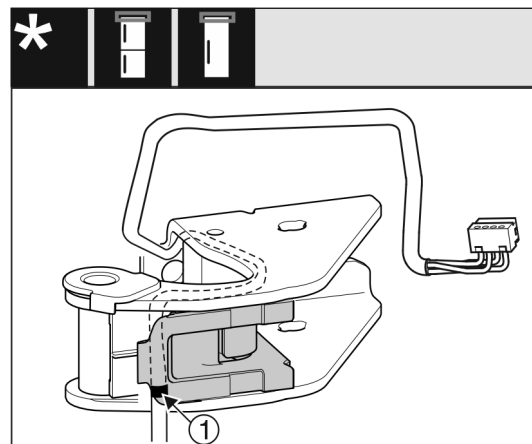

Fig. 26
- ▶ Le marquage central Fig. 26 (1) doit se trouver sur le bord du support de câble.